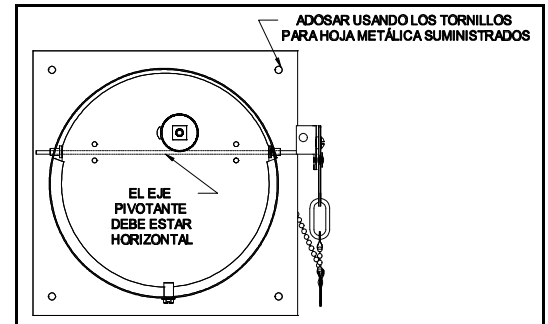

Figura 2
3. Coloque el regulador de aire de dosificación usando el tornillo para hoja metálica provisto. (Ver Figura 2)